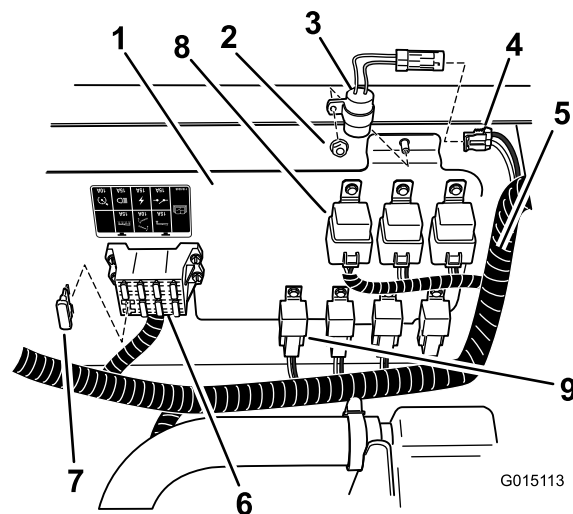

Рисунок 26
2. В комплекте поставки найдите таймер задержки и установите его, как показано на (Рисунок 26), зафиксировав контргайкой.
3. В жгуте магистральных проводов найдите разъем с меткой «delay timer» («таймер задержки»). Подсоедините таймер к жгуту магистральных проводов, как показано (Рисунок 26).
4. Установите предохранитель на 40 А в свободный разъем блока предохранителей, как показано на (Рисунок 26). Если в разьеме уже установлен предохранитель с более низкой амперной нагрузкой, замените его на предохранитель 40 А.